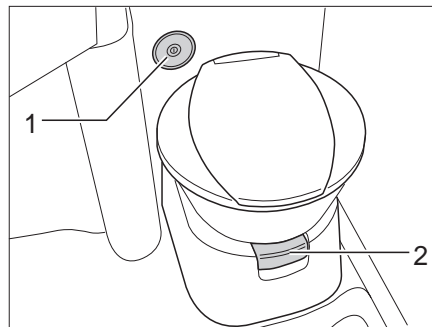
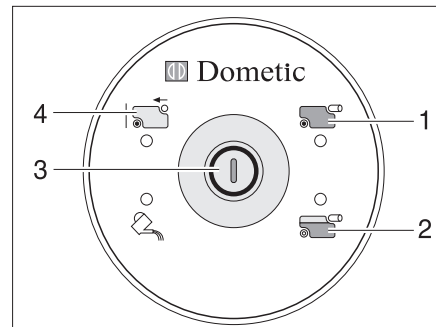

Fig. 258 Cuvette des toilettes avec unité de contrôle et de commande
Fig. 259 Unité de contrôle et de commande toilettes
Faire couler un peu d'eau dans la cuvette des toilettes avant de s'en servir. Appuyer pour ce faire sur le bouton de la chasse d'eau (Fig. 259,3) sur l'unité de contrôle et de commande (Fig. 258,2).
- Avant d'actionner la chasse d'eau, ouvrir le curseur des toilettes. Tirer pour cela sur le levier du curseur (Fig. 258,1).
- Pour actionner la chasse d'eau, appuyer sur le bouton (Fig. 259,3).
Le voyant de contrôle (Fig. 259,2) s'allume lorsque le réservoir pour matières fécales est au 3/4 plein.
Le voyant de contrôle (Fig. 259,1) s'allume lorsque le réservoir pour matières fécales doit être vidé.
- Ouvrir le curseur. Tirer pour cela sur le levier du curseur (Fig. 258,1).
- Enfoncer le levier du curseur (Fig. 258,1). Le curseur se ferme. Pour la vidange il **faud** que le curseur des toilettes soit fermé.
- Extraire et vidanger le réservoir pour matières fécales comme indiqué dans les paragraphes 12.8.4 et 12.8.5. Sur l'unité de contrôle et de commande est allumé l'indicateur "Réservoir pour matières fécales retiré" (Fig. 259,4).